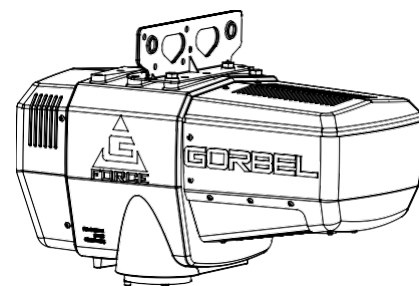

Fig. 3B. Gruppo azionatore standard con carrello adattatore universale.
Quando si usa un G-Force® di Gorbel® su un sistema di ponte non fabbricato da Gorbel®, è necessario un carrello adattatore universale (**Fig. 3B**). **Nota:** Il cliente deve fornire due (2) carrelli per paranco se l'apparecchio viene utilizzato un sistema di ponte non fabbricato da Gorbel®.